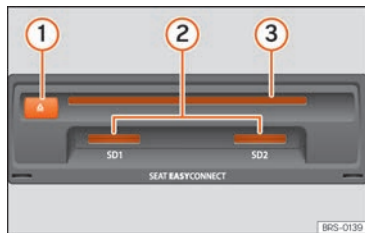

Fig. 213 Ranuras para soportes de datos en la guantera.
- » **fig. 213** ③ hasta que el equipo lo introduzca automáticamente.
Introducir la tarjeta de memoria compatible con la esquina recortada primero y con la rotulación hacia arriba (contactos hacia abajo), en la ranura » **fig. 213** ② o » **fig. 188** ⑨, hasta que encastre.